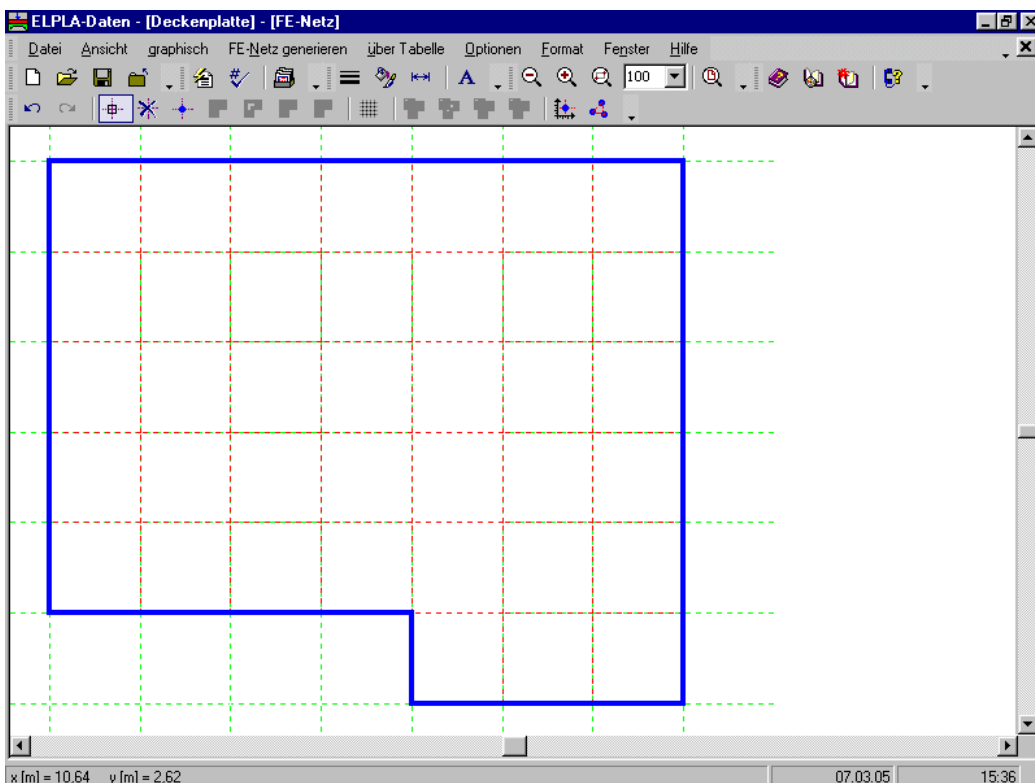

Bild 2-13 Endgültiges FE-Netz nach dem Entfernen der unnötigen Knoten
Um die markierten Knoten zu entfernen, wählen Sie den Befehl "Knoten entfernen" aus dem "FE-Netz"-Menü. Die Reaktion auf diesen Befehl wird im Bild 2-13 gezeigt. Um den graphischen Modus zu verlassen, drücken Sie die "Esc"-Taste.
- Wählen Sie den Befehl "FE-Netz speichern" aus dem "Datei"-Menü im Bild 2-13, um die Daten des FE-Netzes zu speichern